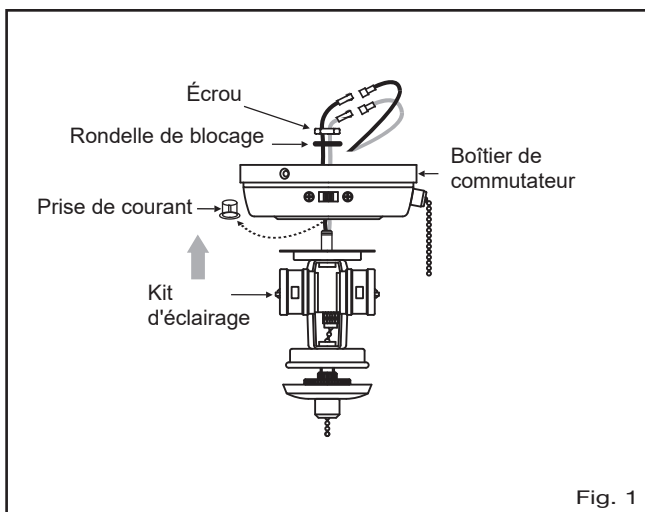

Fig. 1
Retirez et jetez la fiche du boîtier du commutateur, fixez le kit d'éclairage au boîtier du commutateur en faisant passer les fils du kit d'éclairage (noir et blanc) à travers le trou du boîtier du commutateur, puis vissez-le sur le boîtier du commutateur à l'aide d'un écrou et d'une rondelle de blocage. Assurez-vous qu'il est suffisamment serré pour éviter que le kit d'éclairage ne vibre. (Fig. 1)
- 6 Un flux d'air VERS LE BAS crée un e et de refroidissement, comme illustré à la figure 1. Cela vous permet de régler votre climatiseur sur un réglage plus chaud sans affecter votre confort.